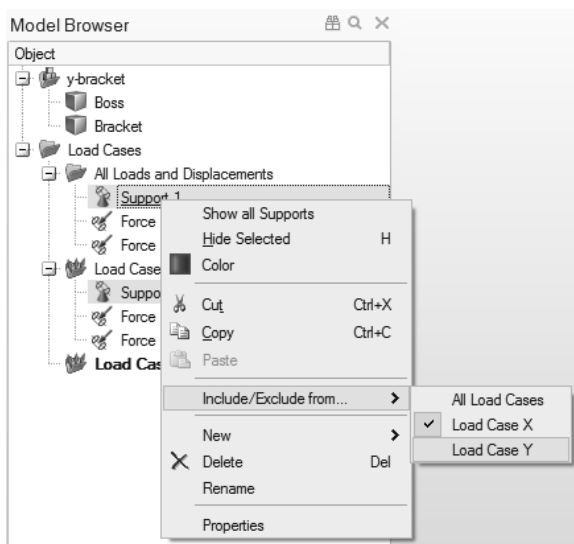

图 5-16
3) 如果要在 Load Case X 和 Load Case Y 中使用同一个固定约束, 则在模型浏览器中的 All Loads and Displacements 中右击 Support 1 并选择 Include/Exclude from→Load Case Y, 如图 5-16 所示。